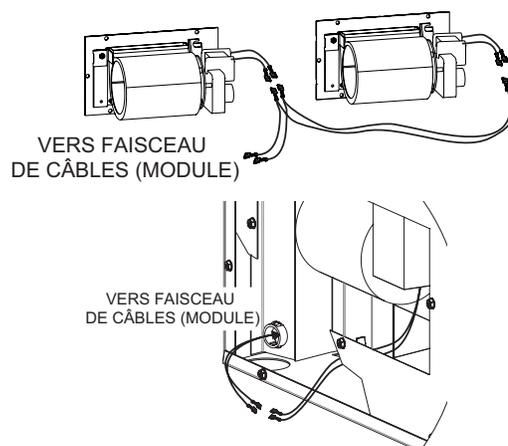

Figure 5
4. Retirer les connecteurs de protection sur le câblage du foyer et les jeter. Raccorder le faisceau de câbles aux deux soufflantes et l'autre extrémité à l'ensemble de câblage fourni avec le foyer. Voir Figure 5.